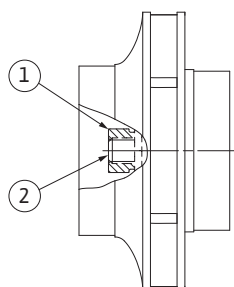

Fig. 55: Správna poloha matice obežného kolesa po montáži
29. Hriadeľ pevne držte (pozri krok 24) a maticu obežného kolesa utiahnite predpísaným ťahovacím momentom (pozri zoznam „Tabuľka 11: Ťahovacie momenty skrutiek“ na strane 53). Matica (Fig. 55, pol. 1) sa musí s koncom hriadeľa (Fig. 55, pol. 2) s presnosťou $\pm 0,5$ mm nachádzať v jednej rovine. Ak to tak nie je, maticu povoľte a zopakujte kroky 25 až 29.